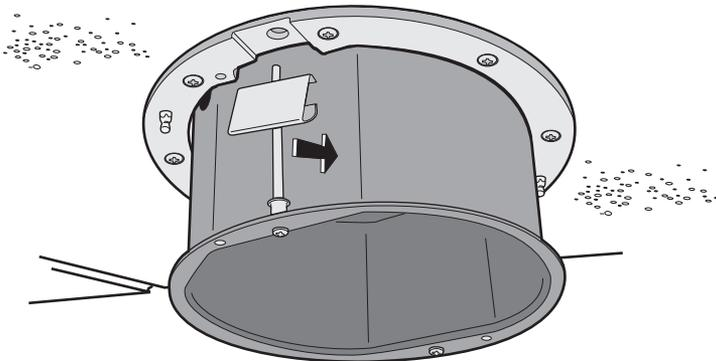

Figura 5. Instalación de la caja posterior empotrada en techo de alto rendimiento
10. Instale la caja posterior comprimiendo las abrazaderas de resorte y empujando la caja posterior a través del orificio (consulte la Figura 5).